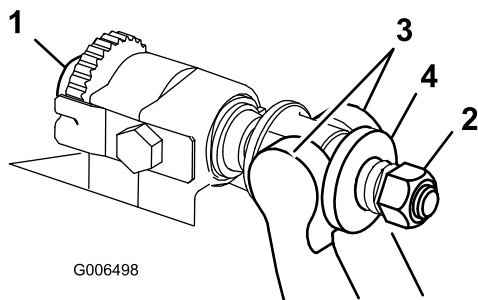

Figura 19
1. Ruotate le viti di regolazione della barra di appoggio in senso antiorario per allontanare la controlama dal cilindro (Figura 19).
2. Allentate il dado di tensione della molla, finché la rondella non sarà più in tensione contro la barra di appoggio (Figura 19).